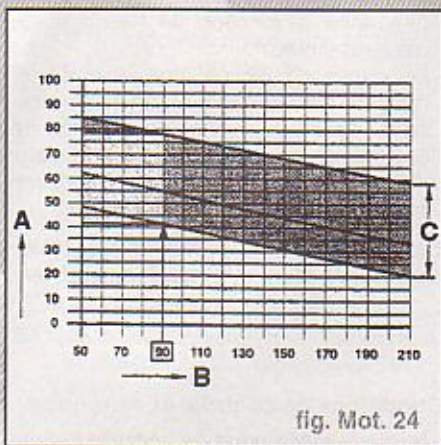

fig. Mot. 24
- La valeur chiffrée **90** dans la zone d'affichage **9** (**B**) correspond à une plage de valeur chiffrée de **42** à **78** indiquée dans la zone **2** (**A**) (fig. Mot. 24).